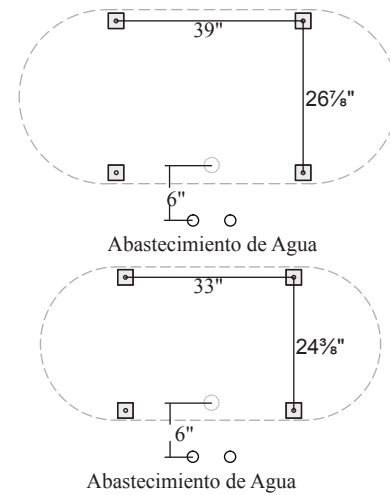

Figura 19. Fijación de la bañera
- 2 Medida 6" del centro de la línea de suministro de agua al centro de la boca de drenaje en la bañera (Figura 19).